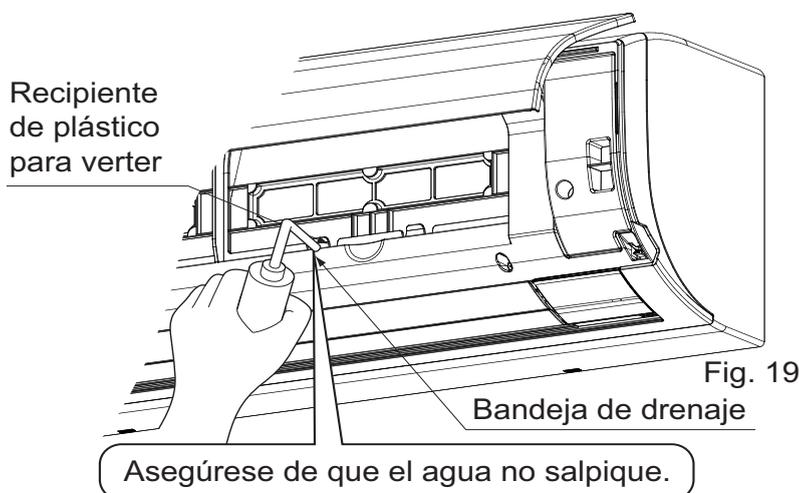

Fig. 19
- Una vez terminado el desagüe, realice un control abriendo el panel frontal, **retirando el filtro de aire**, vertiendo agua en la bandeja de desagüe y controlando que el agua salga sin inconvenientes de la manguera de desagüe. **(Refiérase a la Fig. 19)**